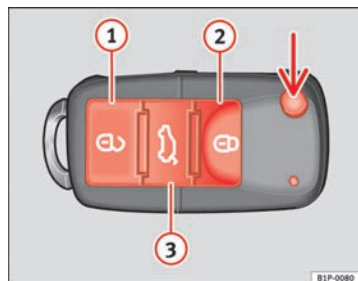

Fig. 43 Tasti della chiave con telecomando
Con il tasto  $\Rightarrow$ fig. 43 (freccia) del telecomando, si sblocca lo scatto della chiave.
Sblocco del veicolo  $\Rightarrow$ fig. 43 ①.
Tasto di chiusura  $\Rightarrow$ fig. 43 ②.
Sblocco del portellone posteriore. Tenere premuto il tasto  $\Rightarrow$ fig. 43 ③ fino a quando lampeggiano brevemente tutti gli indicatori di direzione. Dopo aver premuto il tasto di sblocco  ③, si hanno 2 minuti per aprire il portellone. Una volta trascorso questo periodo si blocca di nuovo.
- Premere il tasto ② ⇒ pag. 84, fig. 43 del telecomando.
- Premere il tasto ① ⇒ pag. 84, fig. 43 del telecomando.